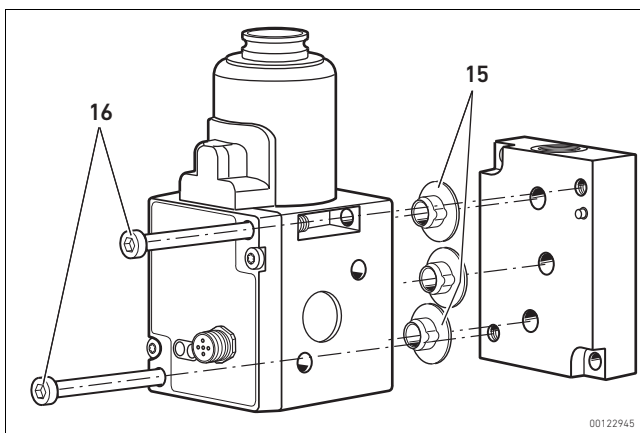

Abb. 5: Montaggio della valvola riduttrice di pressione ED05 su una piastra base
3. Inserire le due viti M6 x 75 (**16**) nei due fori passanti (ved. Fig. 5 a pagina 152) e avvitarle.